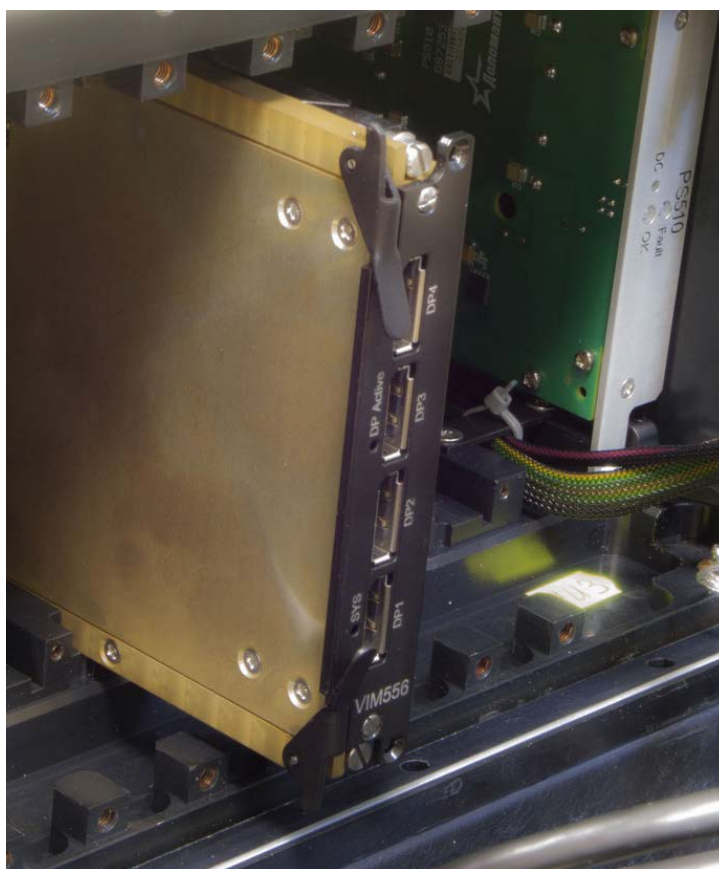

Рис. 3-2: Установка модуля VIM556RC
- Аккуратно вставьте модуль в нужный слот, двигая его по направляющим до касания с разъемом объединительной платы (см. Рис. 3-2).
- Задвиньте модуль в разъем объединительной платы, слегка надавив на переднюю панель. Убедитесь, что модуль установлен заподлицо с другими модулями системы (см. Рис. 3-2).